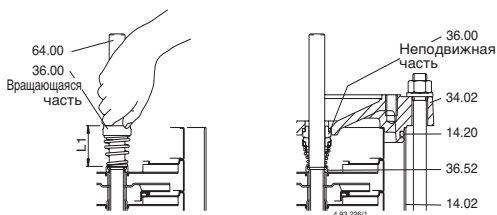

Рис. 5 Установка механического уплотнения
При разборке или повторной сборке насоса пользуйтесь схемой, данной на чертеже в разрезе (раздел 14) - рис. 5, 6.
7. снять верхнюю крышку (34.02) с вала (64.00) и наружного кожуха (14.02) – или вместе с наружным кожухом извлечь из корпуса насоса (14.00) – используя молоток или рычаг и выполняя извлекающие движения поочередно в диаметрально противоположных точках (рис. 5с).
Насадите вращающуюся часть на вал (64.00) до упорного кольца (36.52), оставив пружину в разжатом состоянии. Проверьте длину до и после насадки и поднимите вращающееся кольцо до начальной длины (L1 на рис. 5). Таким образом обеспечивается правильное сжатие пружины при установке неподвижной части и после закрепления вала в соединении (L2 на рис. 6b).